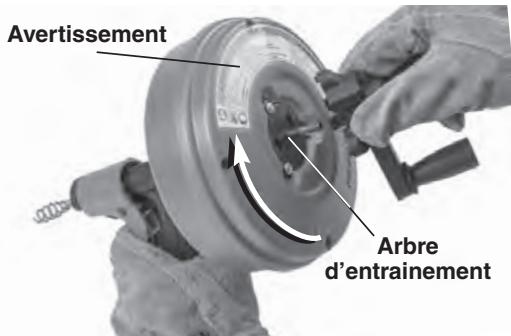

Figure 2 – Retrait de la manivelle du POWER SPIN+
- La présence et lisibilité des avertissements apposés sur l'appareil (*Figure 2*).
7. Pour utiliser le POWER SPIN+ avec une perceuse à piles, retirez la manivelle du dos du tambour en appuyant sur ses languettes latérales (*Figure 2*). Serrez l'arbre d'entraînement du tambour dans le mandrin de la perceuse.
- Faites tourner le tambour en sens horaire (comme indiqué par la flèche à son dos dans la *Figure 2*), puis appuyez sur la gâchette du tourniquet pour faire avancer le câble dans la canalisation.